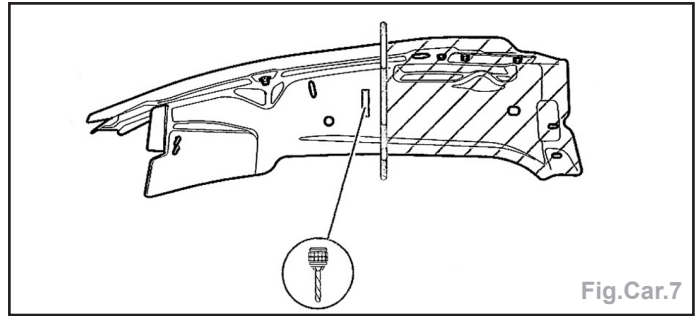

Fig.Car.7
- Découper la pièce neuves suivant les coupes sur le véhicule (Fig.Car.7).